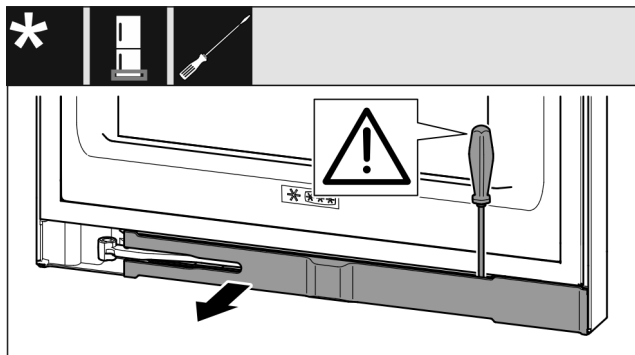

Fig. 13
- ▶ Kryt odistite plochým skrutkovačom a vyklopte nabok Fig. 13 ().